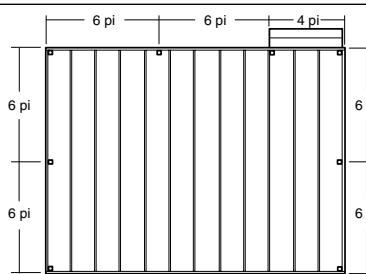

fig. 3
**Étape 1** Déterminez le nombre de poteaux de garde-corps nécessaires pour votre terrasse. L'espacement des poteaux est centre à centre de 1,8 m (6 pi) ou centre à centre de 2,4 m (8 pi), selon la longueur de traverse choisie. Exemple : Un patio de 3,7 x 4,9 m (12 x 16 pi) fixé à un bâtiment comportant une ouverture d'accès de 1,2 m (4 pi) d'un côté, exigera huit poteaux en tout (fig. 3).